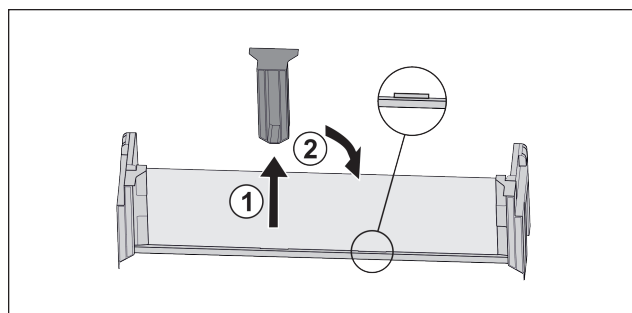

Fig. 85
- ▶ Снимите среднюю поддерживающую деталь Fig. 85 (1).
- ▶ Вставьте среднюю поддерживающую деталь во вторую позицию Fig. 85 (2).